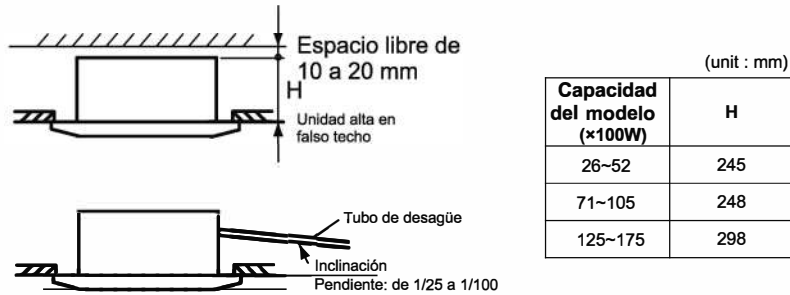

Imagen 3.2 Ubicación de instalación de la unidad interna
- Seleccione la ubicación de instalación siguiendo la Imagen 3.2:
- (A) Espacio mínimo
- (B) Inclinción de la tubería de desagüe 1:25 1~/100